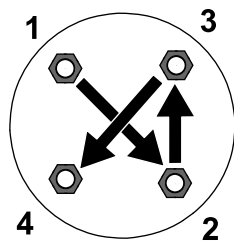

Bild 66
Ziehen Sie die Radmuttern an den Vorder- und Hinterrädern (nur Allradmaschinen) in einem kreuzförmigen Muster, wie in Bild 65 dargestellt, auf das angegebene Drehmoment an. Bild 66
- Hinterräder (nur bei Allradmaschinen): siehe Bild 66